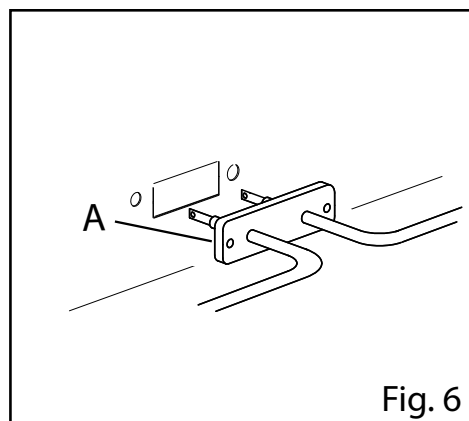

Fig. 6
- Svitare le viti di fissaggio (per es. Fig. 6/A) e scollegare i collegamenti elettrici